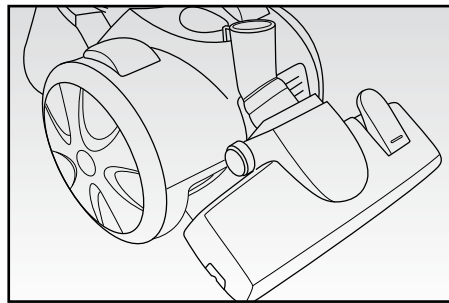

Fig. 6
Riporre quindi l'apparecchio, inserendo eventualmente la spazzola pavimenti (L) nel relativo gancio posto nella parte posteriore dell'apparecchio (Fig. 6).